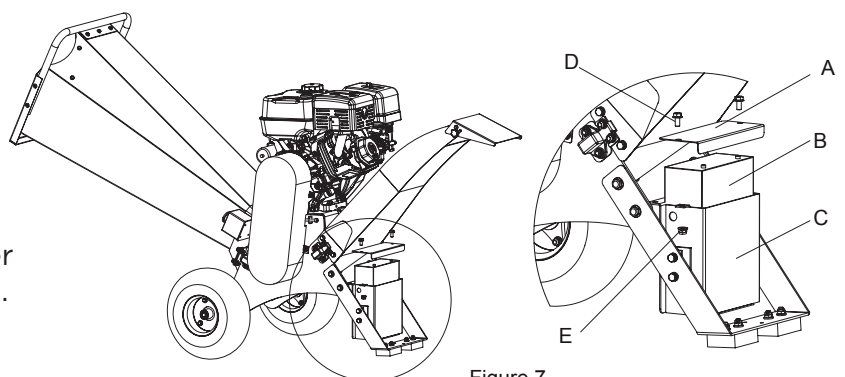

Figure 7
**INSTALLER LE CORDON D'ALIMENTATION - FIG. 7**
1. Ouvrez le couvercle du boîtier de batterie (A).
2. Connectez le cordon électrique à la batterie (B). Utilisez le cordon rouge pour connecter le pôle positif (couleur rouge) et le cordon noir pour connecter le pôle négatif (couleur noire ou bleue).
3. Remettez le couvercle sur le boîtier de batterie (C) à l'aide du boulon à bride M8X16 (D) et de l'écrou à bride M8 (E) pour serrer le boîtier.